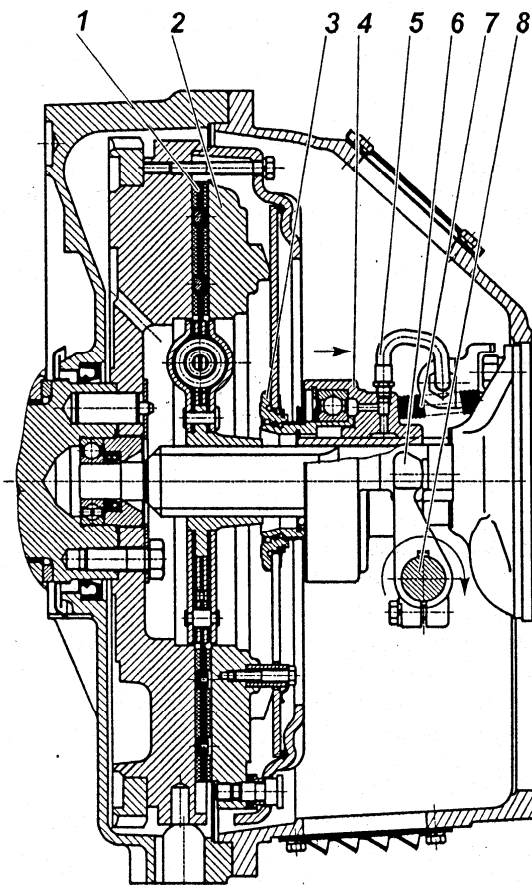
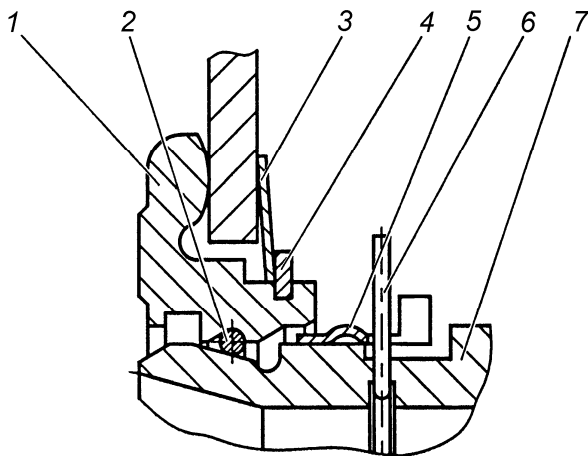

Рис. 106. Сцепление модели ЯМЗ-182:
Рис. 108. Запорное устройство:
Диафрагменное сцепление модели 182 (рис. 106) состоит из ведущих и ведомых частей, а также деталей механизма выключения сцепления, устанавливаемых в картер сцепления.
Механизм выключения сцепления состоит из муфты 4 (рис. 106) с подшипником, вилки 6 и валика 8. Муфта соединена через упорное кольцо 3 с диафрагменной пружиной с помощью запорного устройства.
Оттяжная пружина 7 (рис.106) исключает проворот и осевые перемещения втулки 7 (рис. 108) относительно упорного кольца 1 (рис. 108). По мере износа фрикционных накладок муфта выключения сцепления 4 (рис. 106) перемещается вместе с пружиной в сторону маховика, при этом конструкция привода выключения сцепления автомобиля или другого транспортного средства обеспечивает поворот вилки 6 (рис. 106) по часовой стрелке после выбора зазора между лапками вилки и муфтой за счет периодической регулировки привода или постепенный поворот за счет конструкции гидропривода.
Конструкция запорного устройства показана на рис.108. Она включает в себя упорное кольцо 1, втулку подшипника муфты 7 с фасонной канавкой, пружинное кольцо 2 круглого сечения, а также замковое кольцо 5. Упорное кольцо 1 устанавливается на диафрагменную пружину при сборке нажимного диска с кожухом и удерживается за счет пружинной шайбы 3 и стопорного кольца 4. На рисунке муфта заперта (соединена) с упорным кольцом. Внутри втулки подшипника муфты 7 установлено предохранительное кольцо 6, имеющее снаружи выступающий ус, препятствующий случайному разъединению муфты выключения сцепления и упорного кольца 1.
Выключение сцепления обеспечивается поворотом вала по часовой стрелке. Допустимое направление перемещения муфты и поворота вала для выключения сцепления показано на рис. 106 стрелками. Перемещение муфты и поворот вала в обратном направлении не допустимо.
- 5 С помощью специальной оправки сцентрировать кольцо 3 (рис. 106) относительно оси коленчатого вала двигателя.
- 2 Убедиться что муфта выключения сцепления отведена до упора в крышку подшипника первичного вала коробки передач пружиной 7 рис. 106.
Проверка качества установки сцепления (отсутствие "ведения", контроль величины крутящего момента на валу вилки) осуществляется на неработающем двигателе. Для этого необходимо повернуть вал вилки на угол $9^{\circ}30' \dots 11^{\circ}$ по часовой стрелке, что соответствует перемещению муфты на 11...13 мм от двигателя. При этом выходной вал коробки передач, при включенной передаче, должен вращаться при приложении крутящего момента не более 5 Н·м (0,5 кгс·м). Поворот вала вилки выключения сцепления по часовой стрелке показан на рис. 106.
- 4 Совместить полукруглый паз на муфте выключения сцепления в передней ее части с выступающим усом предохранительного кольца 6 (рис. 108) и, утопив его каким-либо предметом, удерживать в утопленном положении через центральное отверстие муфты выключения сцепления.